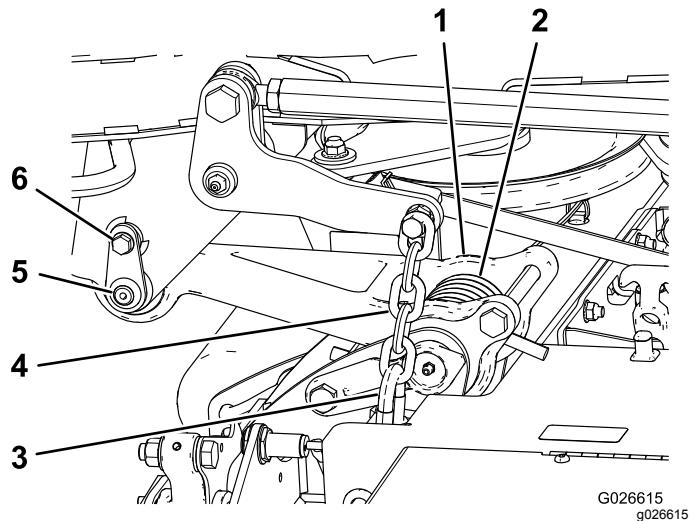

図 19
**注** 各リンクの下に角材などを置いて、上昇状態を保持する図 19。
- プルリンクをキャリアフレームに合わせて、リンクをリテナピンで接続する図 19。
- リテナピンは、ショルダねじでフレームに固定する図 19。